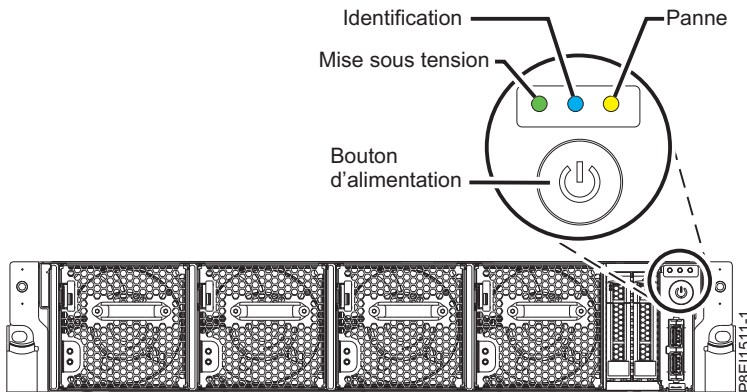

Figure 218. Bouton d'alimentation
- Le voyant de mise sous tension, illustré dans la figure 218, à la page 202, doit clignoter. Un voyant clignotant indique que l'alimentation de l'unité est en mode veille.
3. Appuyez sur le bouton d'alimentation illustré dans la figure 218. Le voyant de mise sous tension arrête de clignoter et reste fixe, ce qui indique que le système est sous tension. Les ventilateurs du système tournent à plein régime et, après environ 30 secondes, ils reprennent leur régime normal de fonctionnement.